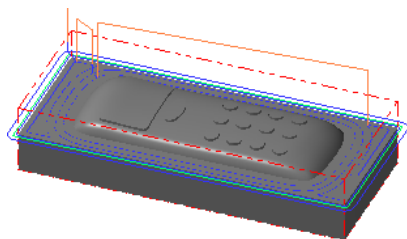

图 24.17 刀具路径
(1) 完成上步操作后，在“曲面精加工浅平面”对话框的 **刀具路径参数** 选项卡的列表框中显示出 Step4 所选择的刀具，双击该刀具，系统弹出“定义刀具-机床群组-1”对话框。
(2) 设置刀具号码。在“定义刀具-机床群组-1”对话框的 **刀具号码** 文本框中，将原有的数值改为 4。
(3) 设置刀具参数。单击“定义刀具-机床群组-1”对话框中的 **参数** 选项卡，在 **进给率** 文本框中输入值 300.0，在 **下刀速率** 文本框中输入值 150.0，在 **提刀速率** 文本框中输入值 500.0，在 **主轴转速** 文本框中输入值 2000.0。
(4) 设置冷却方式。在 **参数** 选项卡中单击 **Coolant...** 按钮，系统弹出“Coolant...”对话框，在 **Flood** (切削液) 下拉列表中选择 **On** 选项。单击该对话框中的 按钮，关闭“Coolant...”对话框。
(5) 单击“定义刀具-机床群组-1”对话框中的 按钮，完成刀具参数的设置。
Step8. 单击“曲面精加工浅平面”对话框中的 按钮，同时在图形区生成图 24.17 所示的刀具路径。